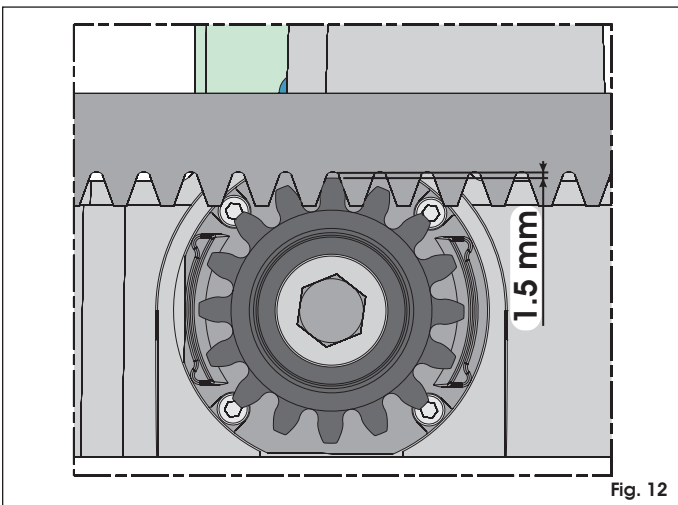

Fig. 12
**⚠ Si le portail est de construction récente, vérifier ce jeu (fig. 12) quelques mois après l'installation.**